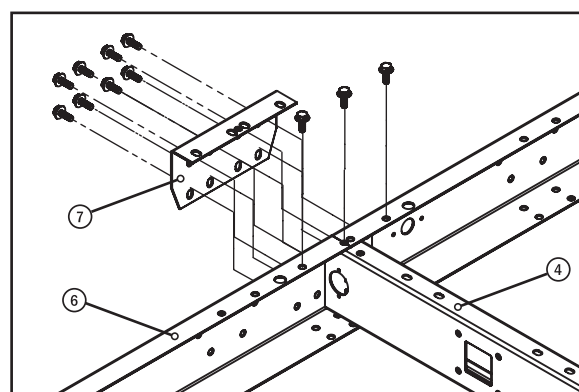

Fig. 3
Étape 6 : Boulonnez les poutres de rail longues et courtes (n° 5 et n° 6) ensemble. Mettez bout à bout la courte poutre de rail (n° 5) de l'étape précédente contre la longue poutre de rail (n° 6) et placez l'une des plaques de raccordement (n° 7) sur cette jonction. La poutre transversale (n° 4) étant alignée avec les trous, utilisez les 11 boulons M10 x 30 mm (n° 1) et écrous M10 (n° 2) comme indiqué (fig. 3) et fixez sans serrer.
StÉtape 8 : Connectez les deux longues poutres de rail (n° 6). Mettez bout à bout les deux longues poutres de rail (n° 6) et placez l'une des plaques de raccordement (n° 7) sur cette jonction. La poutre transversale étant alignée avec les trous, utilisez 11 boulons M10 x 30 mm (n° 1) et écrous M10 (n° 2) comme indiqué (fig. 3) et fixez les pièces sans les serrer.p 8: